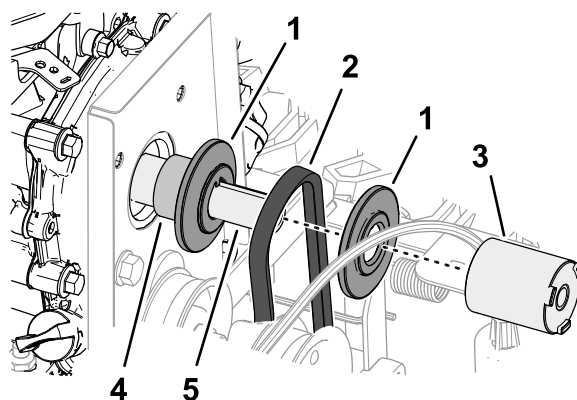

Figura 46
4. Rimuovete il distanziatore della puleggia, la metà anteriore della puleggia scanalata e la cinghia di trazione da 87,6 cm dall'albero motore (Figura 46).